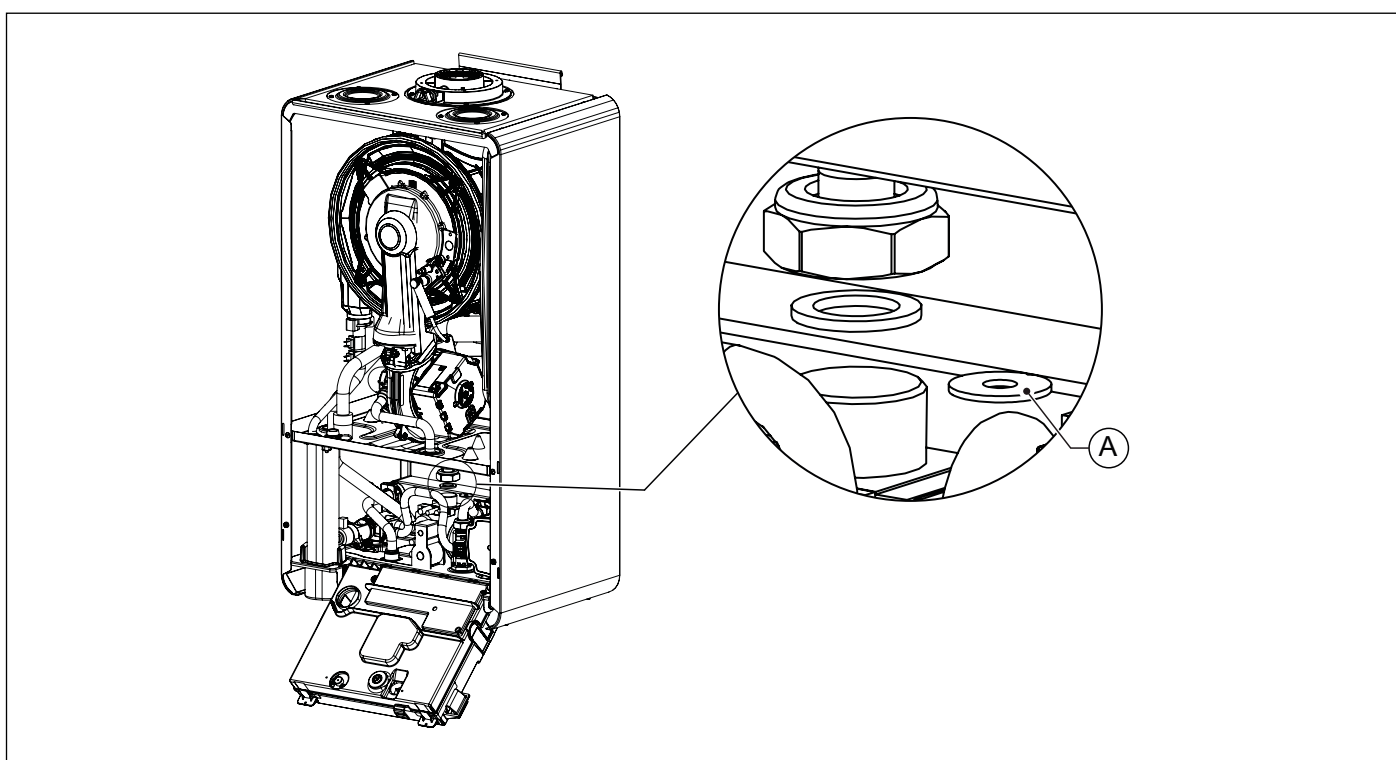

Fig. 34 Sustitución del diafragma gas
- Desconectar el tubo de gas de la válvula gas (ver Fig. 34 Sustitución del diafragma gas).
- Sustituir el diafragma gas (A) con el del nuevo tipo de gas (ver Fig. 34 Sustitución del diafragma gas y Tab. 32 Diámetro de los diafragmas gas (mm)).